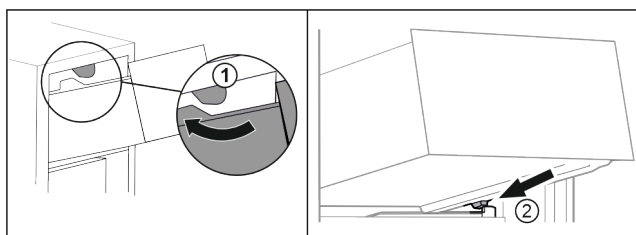

Fig. 89
- ▶ Umetnite ladicu oko gornjih zaustavljača. Fig. 89 (1)
- ▶ Stavite ladicu ukoso iza donjih zaustavljača na žlijeb spremnika. Fig. 89 (2)